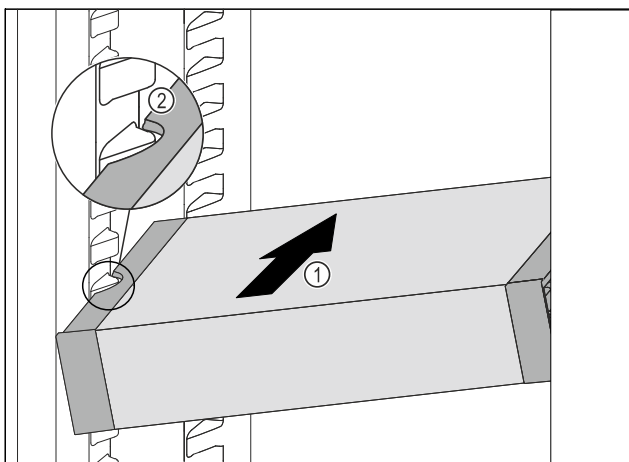

Fig. 114
- ▶ Вкарайте VarioSafe под ъгъл в хладилната част Fig. 114 (1), докато страничните прорези Fig. 114 (2) на VarioSafe се намират на височината на реброто на съда в хладилната част.